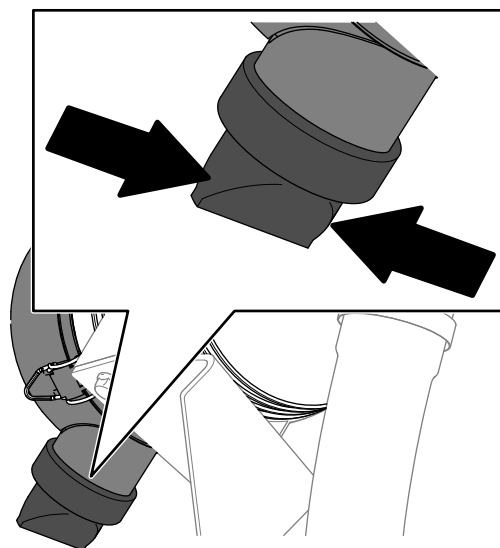

Figure 109
5. Pressez la valve d'éjection des poussières (Figure 109).